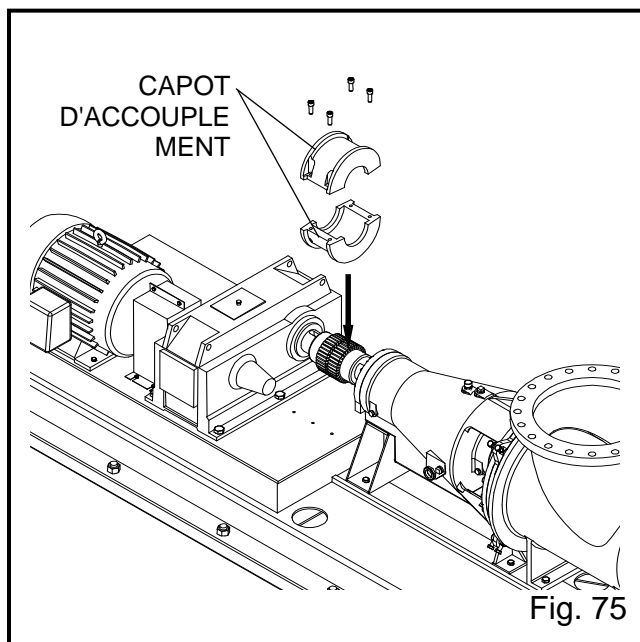

Fig. 75
27. Faire passer le couvercle d'accouplement autour des demi-accouplements et poser les fixations qui maintiennent le couvercle d'accouplement, voir Fig. 75.